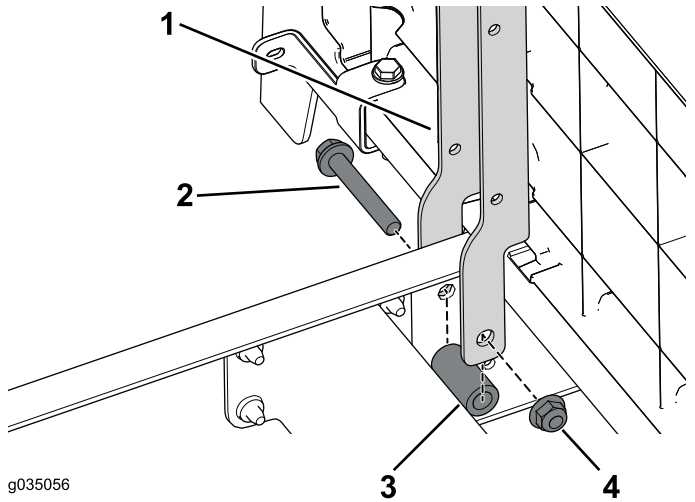

Figura 37
1. Utilice los 2 pernos ($3/8"$ x $2\frac{1}{2}"$), espaciadores y tuercas con arandela prensada para sujetar los soportes del asiento a la sección delantera de la máquina (Figura 37).